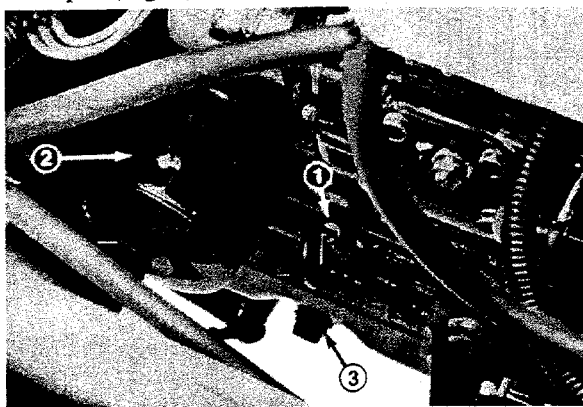
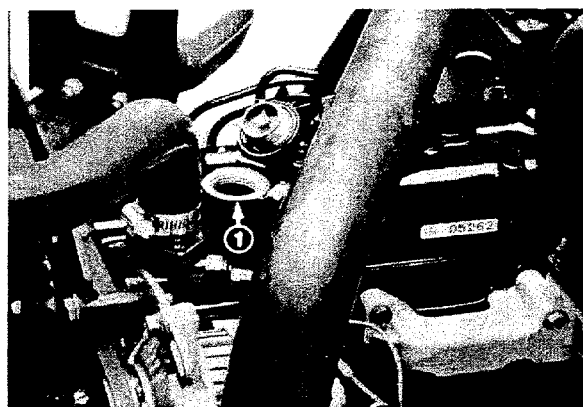

Figure 1
Figure 2
3. Sortir la jauge et l'essuyer sur un chiffon propre. L'introduire à fond dans le tube, puis la ressortir et vérifier le niveau d'huile (Fig. 1). Si le niveau est bas, faire l'appoint de manière à atteindre le repère FULL (PLEIN) sur la jauge. Ne pas trop remplir (Fig. 2).